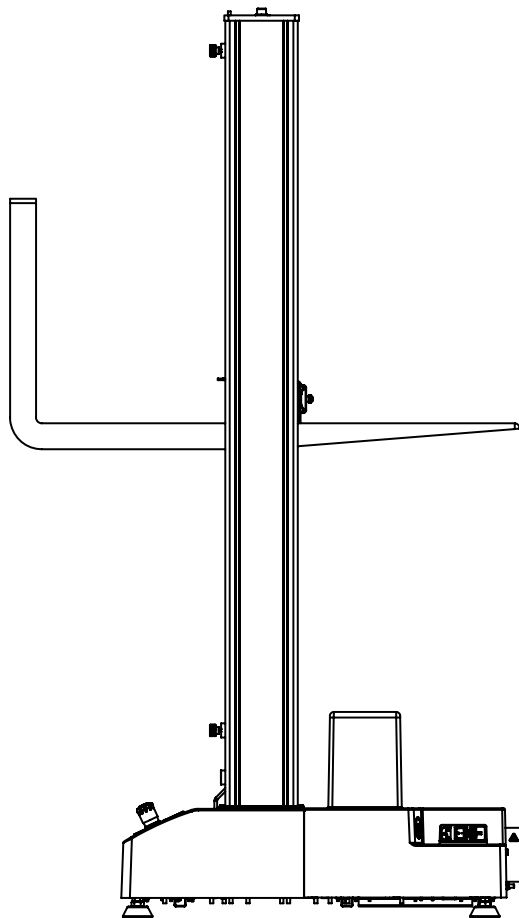

Figura 10. Sollevamento del telaio dalla traversa
2. Usando un carrello elevatore a forche imbottite o con un materiale di protezione intorno alla traversa, inserire con cautela le forche sotto la traversa, tra le colonne. Vedere Figura 10 a pagina 62.